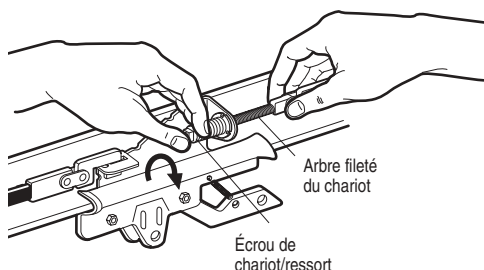

Figure 1
- Visser et serrer à la main l'écrou de ressort du chariot sur l'arbre fileté jusqu'à ce qu'il soit contre le chariot. (Figure 1). Ne pas utiliser d'outils.